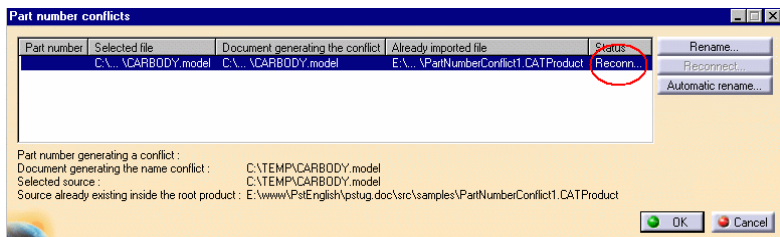
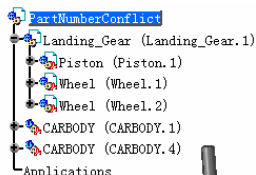

图 5-40
图 5-41
- Reconnect (重新连接): 单击 Reconnect (重新连接) 按钮。将重新连接 CRBODY.model 的两个实例显示，如图 5-40 所示。两个实例 (CARBODY.model) 在几何空间中交叠。两个部件使用同一个 CARBODY.model 实例，如图 5-41 所示。